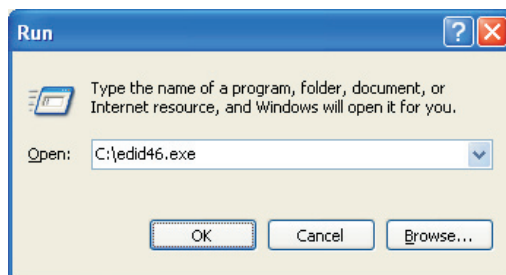

Fig. 6
- 3- No sub-menu digite a letra do seu drive de disquete seguido por : EDID46 (por exemplo, C:\EDID46, como mostra a fig. 6)